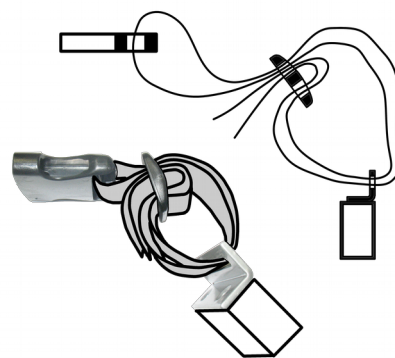

Рис.30
1. Соединить гнездо Фастекс поз. 135 с кронштейнами на одной стороне рамы кровати, используя ремень короткий поз. 132 и пряжку пластиковую поз. 133. Схема продевания ремня изображена на рис.30.